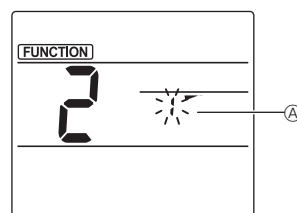

Fig. 2
② Vælg af ventilatorvingenummer (Fig. 2)